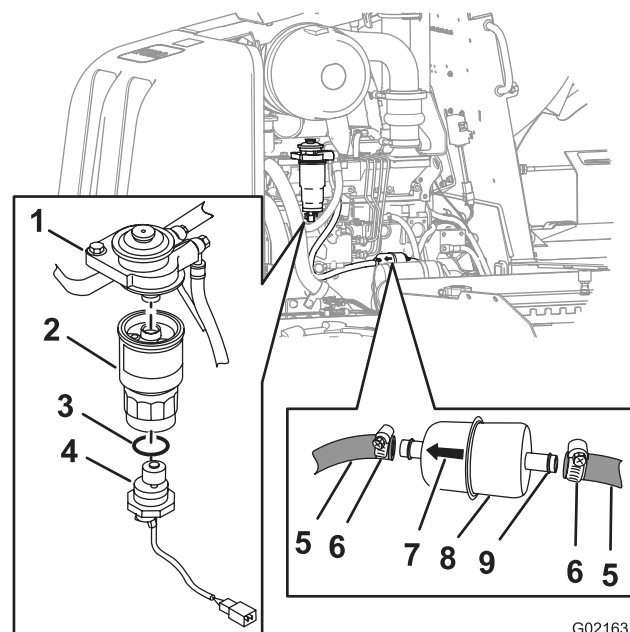

Рисунок 92
4. Ослабьте хомуты шлангов и отсоедините топливный фильтр грубой очистки от топливных шлангов (Рисунок 92).
5. Совместите новый топливный фильтр грубой очистки со шлангами, ориентируясь по стрелке, нанесенной на фильтре и направленной вперед (Рисунок 92).
6. Наденьте шланги на шланговые штуцеры топливного фильтра грубой очистки и затяните хомуты шлангов (Рисунок 92).
- C. Надежно возьмитесь за элемент топливного фильтра тонкой очистки, поверните датчик воды против часовой стрелки и снимите датчик воды (Рисунок 92).
- D. Надежно возьмитесь за элемент топливного фильтра тонкой очистки, поверните его против часовой стрелки и снимите фильтр с переходника (Рисунок 92).
- B. Совместите новый элемент топливного фильтра тонкой очистки с переходником фильтра (Рисунок 92).
- D. Выверните новое уплотнительное кольцо поверх датчика воды (Рисунок 92).
- Е. Выверните датчик воды в донной части топливного фильтра тонкой очистки (Рисунок 92).
- Е. Надежно возьмитесь за элемент топливного фильтра тонкой очистки и поверните датчик воды по часовой стрелке, затащив его усилием руки (Рисунок 92).